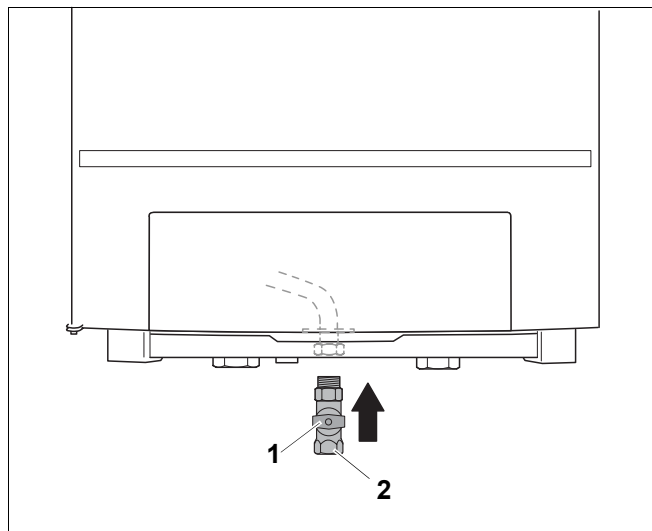

Fig. 13 Stabilirea racordului de gaz
- Instalați (Fig. 13, **Poz. 1**) robinetul de gaz în canalul de aducțiune de gaz (GAS). Folosiți un robinet de gaz cu un diametru minim de 1".
- Racordați conducta de gaz fără tensiune la (Fig. 13, **Poz. 2**) racordul de gaz. Folosiți o conductă de gaz cu un diametru minim de 1".